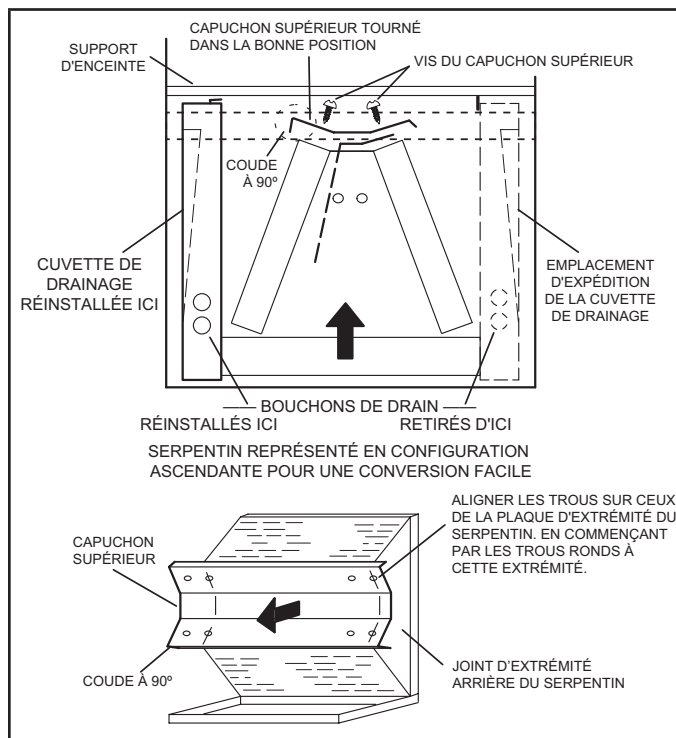

FIGURE 4. Modification sur place pour refoulement du côté gauche
- 7 - Faites pivoter le couvercle supérieur de 180° pour inverser l'avant et l'arrière, et alignez-le sur des trous de vis inutilisés. Les trous doivent être alignés avec les plaques d'extrémité arrière et avant du serpentin. Le couvercle supérieur comporte un rebord plié à 45° d'un côté et à 90° de l'autre. **Le rebord plié à 90° doit être du côté de la cuvette de drainage horizontale** comme illustré à la figure 4.